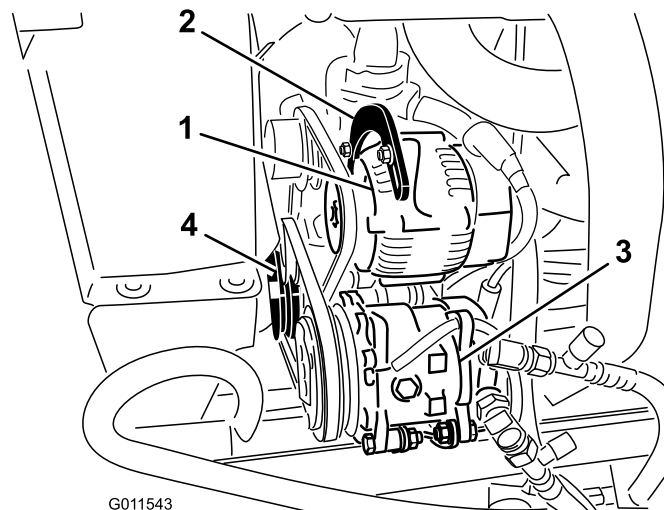

Bild 69
Prüfen Sie den Zustand und die Spannung des Riemens (Bild 69) alle 100 Betriebsstunden.
2. Lockern Sie bei einer Durchbiegung von mehr oder weniger als 10 mm die Befestigungsschrauben der Lichtmaschine (Bild 69). Erhöhen oder reduzieren Sie die Spannung des Lichtmaschinen-Treibriemens und ziehen Sie die Schrauben wieder fest. Prüfen Sie die Riemen Spannung noch einmal auf korrekte Einstellung.
2. Lockern Sie bei einer Durchbiegung von mehr oder weniger als 10 mm die Befestigungsschraube der Spannscheibe (Bild 69). Erhöhen oder reduzieren Sie die Spannung der Kompressor-Riemenspannung und ziehen Sie die Schraube fest. Prüfen Sie die Riemenspannung noch einmal auf korrekte Einstellung.